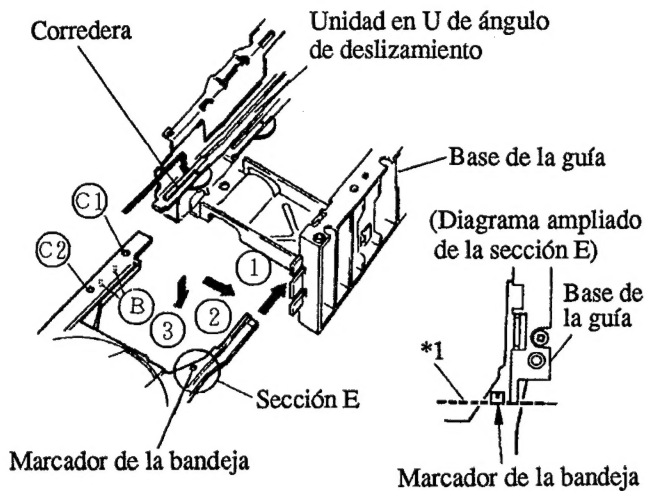

Figura 11
2. Coloque la corredera al comienzo de la parte frontal como se muestra en la figura 11.